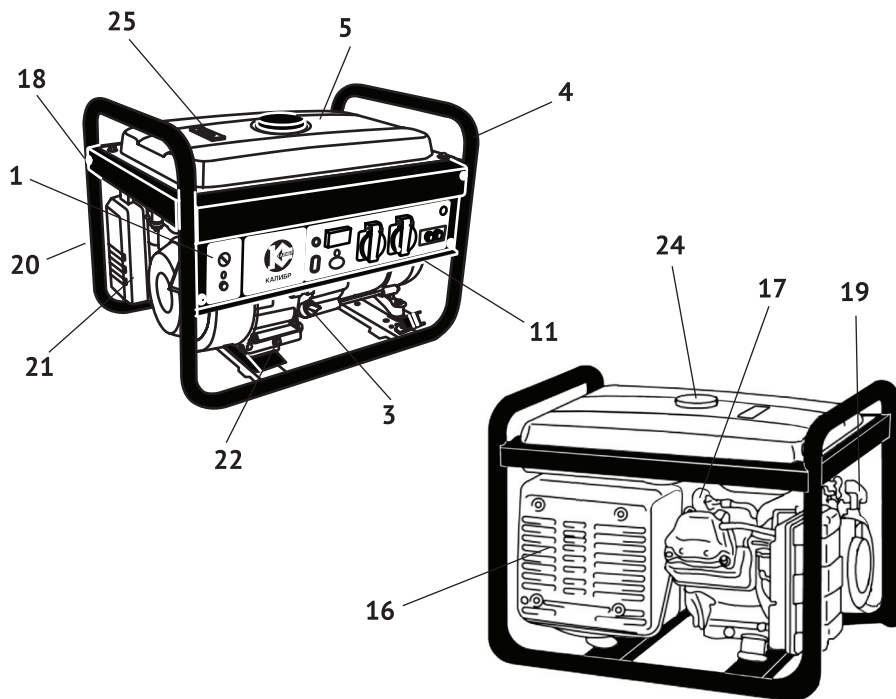
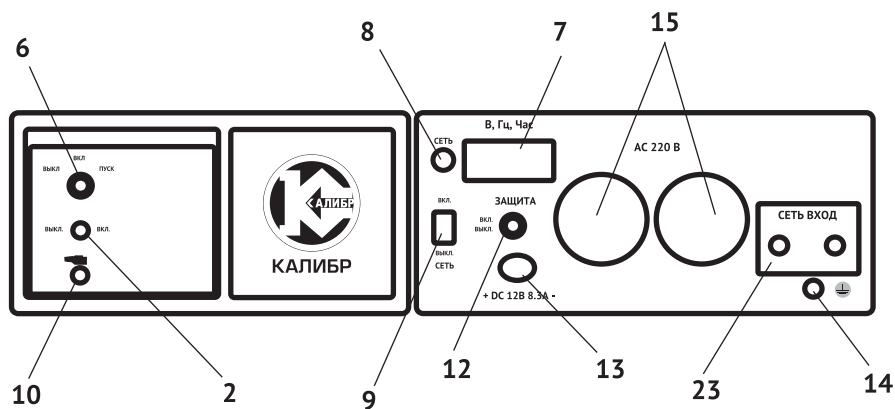

рис. 1
рис. 2
Коленчатый вал, приводимый во вращение возвратно-поступательными движениями поршня двигателя, передаёт крутящий момент на вал якоря генератора. Передача осуществляется через коническое сопряжение ротора генератора и вала двигателя. При этом образуется самоцентрирующаяся трёхопорная схема соединения. С обмоток статора генератора напряжение подводится: через систему стабилизации на розетки переменного тока (рис.1 поз.15); через выпрямительный блок на розетку постоянного тока (рис.1 поз.13). На передней панели бензогенератора имеется разъём (рис.2 поз.23) для подключения стационарной питающей сети. При подсоединении к питающей сети, бензогенератор в автоматическом режиме: включается, при отключении питания, и отключится при восстановлении напряжения в стационарной сети энергоснабжения.
Двигатель работает на неэтилированном бензине АИ- 92. Он оснащён мембранным карбюратором и электронной системой зажигания. Запуск двигателя осуществляется или ручным стартёром или ключом зажигания электрического стартера (рис.1 поз.6).
2.4 Общий вид бензогенератора представлен на рис.1 и рис.2
3.2 Бензогенератор приводится в действие одноцилиндровым четырёхтактным двигателем внутреннего сгорания с верхним расположением клапанов и нижним расположением коленчатого вала. Верхнее расположение клапанов снижает теплонапряжённость двигателя. При этом достигается более высокая выходная мощность в меньшем рабочем объёме при эффективном сгорании топлива. Двигатель имеет карбюраторную систему питания. Смазка осуществляется разбрызгиванием масла в картере. Пуск двигателя осуществляется электрическим стартёром (рис.1 поз.6) или ручным тросовым возвратным стартёром (рис1 поз.19).
3.4 Двигатель и генератор закреплены на трубчатой раме (рис.1 поз.4) через амортизаторы, что позволяет снизить вибрацию агрегата и уменьшает уро-
копроводящих частей корпуса. В зависимости от местных условий (состав грунта, его влажность и т.п.) изменяется качество заземления. Во всех случаях защитное заземление должно иметь сопротивление не более 4-х Ом. Во время работы бензогенератора его клемма заземления (рис.1 поз.14) должна быть подсоединена к заземлителю. Практически это требование может быть реализовано следующими способами:
Выкрутите пробку-щуп из маслозаливной горловины (рис.1 поз.3) и залейте в картер масло необходимой марки до нижнего края горловины. Вставьте сухой чистый щуп в горловину картера и выньте его. Проверьте уровень масла: граница смоченной области щупа должна располагаться между отметками минимального и максимального уровней.
При уровне масла ниже минимально допустимого срабатывает блокировка двигателя при включении зажигания. Выключатель зажигания остаётся во включённом положении, но отсутствует искрообразование свечи. При этом загорается индикатор (рис.1 поз.10) на панели управления (рис.1 поз.1).
Заливайте бензин в топливный бак до отметки на фильтрующей сетке топливной горловины (рис.1 поз.24). Перед запуском двигателя тщательно протрите крышку бензобака, удалив возможные при заправке брызги топлива.
- перевести ключ зажигания (рис.1 поз.6) в положение «ВКЛ»;
- открыть топливный кран (рис.1 поз.20);
- вытянуть кольцо управления воздушной заслонкой (рис.1 поз.18) на себя - положение «закрыто» при пуске холодного двигателя (для прогретого двигателя кольцо устанавливается в промежуточном положении);
- резко, с усилием потяните рукоятку стартера (рис.1 поз.19) до упора, повторите действие ещё раз, если двигатель не завёлся. Придерживайте ручку старте-
- включение электрического стартера производится поворотом ключа замка зажигания (рис.1 поз.6) в крайнее правое положение «ПУСК». Удерживайте его не более 5-ти секунд. Если двигатель не завёлся, повторите попытку через 10 секунд. После запуска двигателя отпустите ключ зажигания для обеспечения его самовозврата в среднее положение «ВКЛ.».
После прогрева двигателя в течение 10-40 секунд (в зависимости от начальной температуры), перевести кольцо воздушной заслонки (рис.1 поз.18) от себя, в положение «открыто».
- закрыть топливный кран (рис.1 поз.20);
После того, как к разъёму (рис.1 поз.23) подключена стационарная сеть питания переменным током, ключ замка зажигания перевести в положение «ВКЛ.». Затем перевести переключатель (рис.1 поз.9). Устройство начнёт работать в дежурном режиме, а бензогенератор находится в режиме ожидания.